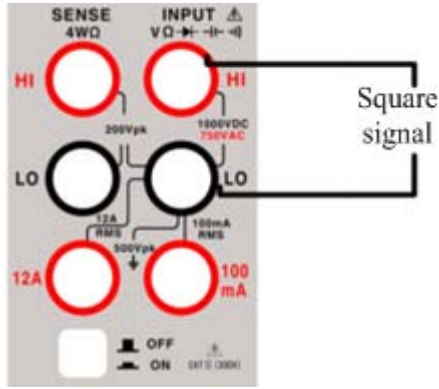

图 2.7.2 五位半占空比测量端子连接
- 2、按图 2.7.2 所示，将红色和黑色测试引线连接到各自的输入端子。